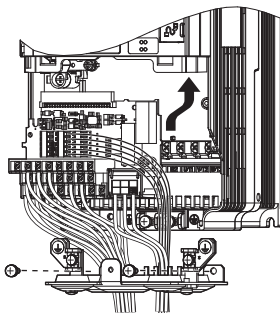

图 7.63 更换变频器（安装端子排）
1. 完成主回路的接线后，请按照图 7.63 将拆装式端子排切实插入插口，并用固定螺丝固定。